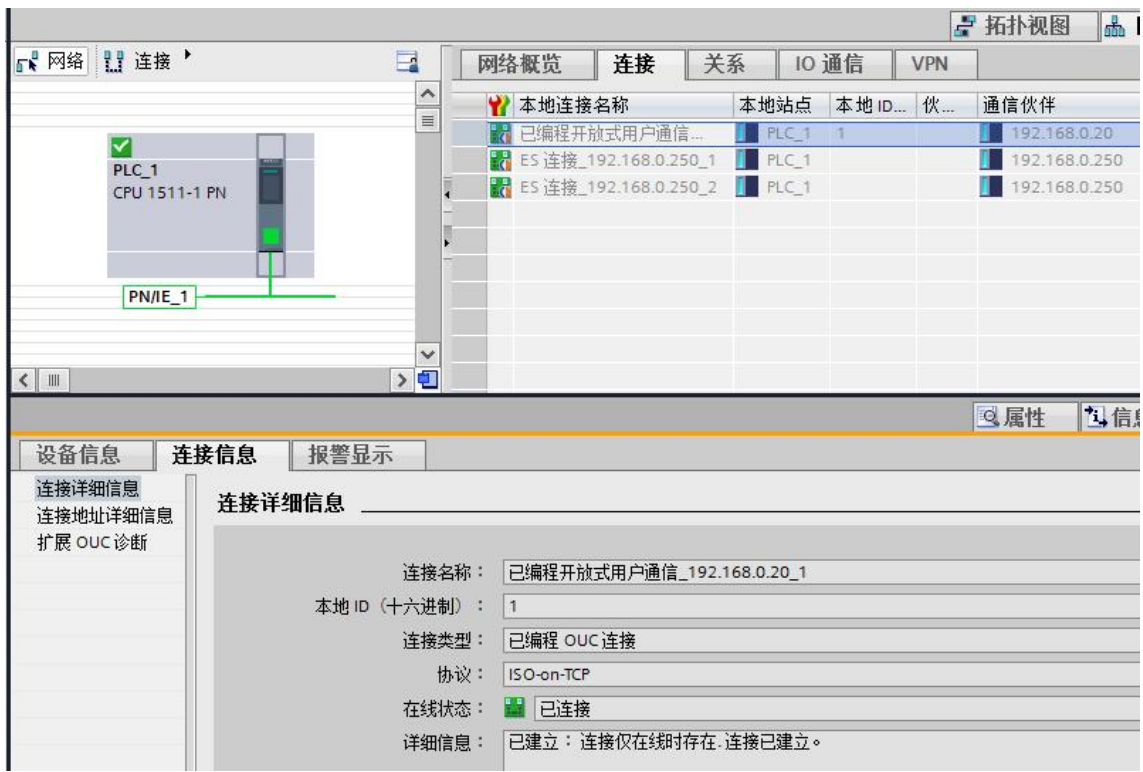

图 2-7 在 S7-1500 中查看连接状态信息
2.6 完成编程组态并下载后，可以在 S7-1500 中，通过点击“ TSEND_C”或“ TRCV_C”程序块右上角的诊断图标，进入连接在线信息页面可以查看连接状态，如图 2-7 所示。